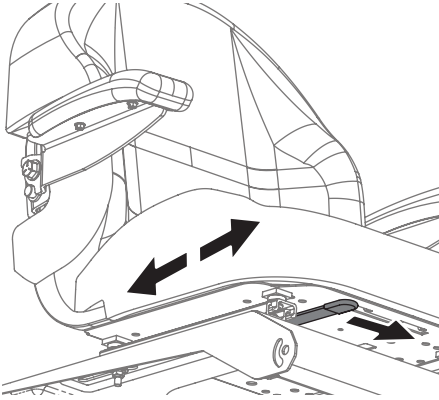

Figure 16
3. Relâchez le levier de réglage. Assurez-vous que le siège est bien verrouillé dans la position souhaitée avant de l'utiliser. Consultez la Figure 16.